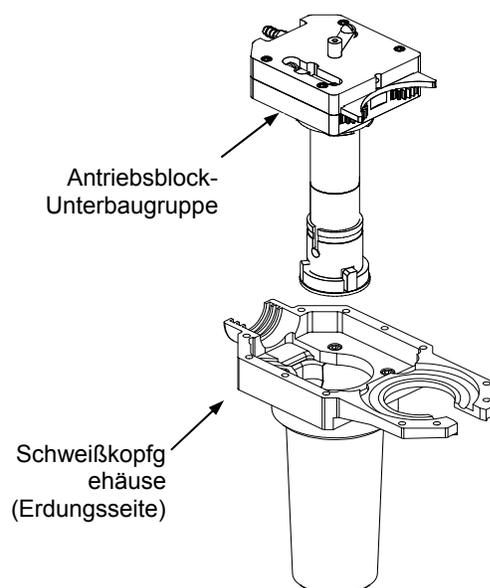

Abbildung 34 Ausbau der Antriebsblock-Unterbaugruppe
8. Heben Sie die Antriebsblock-Unterbaugruppe vorsichtig aus der Motorhälfte des Schweißkopfgehäuses. Siehe Abbildung 34.